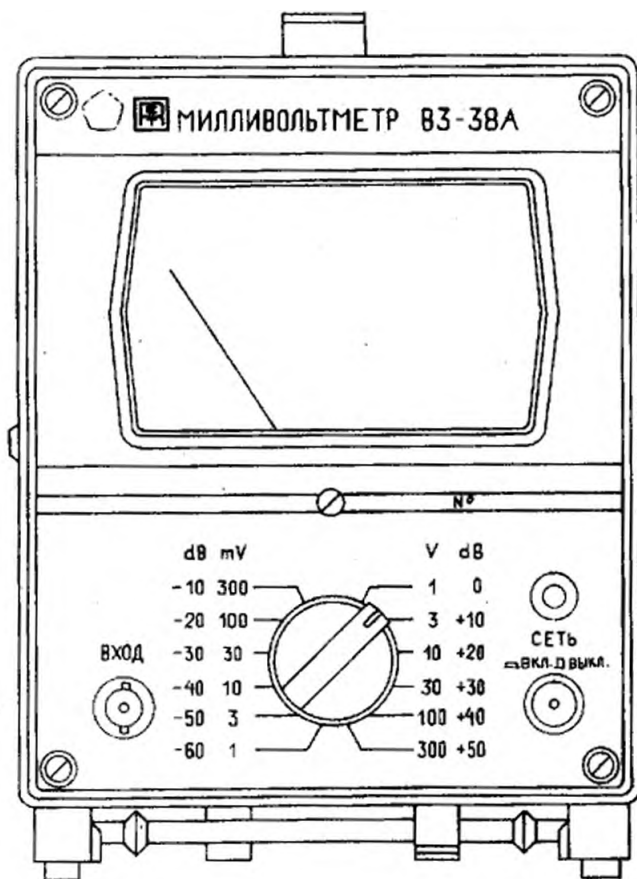

Рис. 1
1.3. Общий вид прибора приведен на рис. 1.